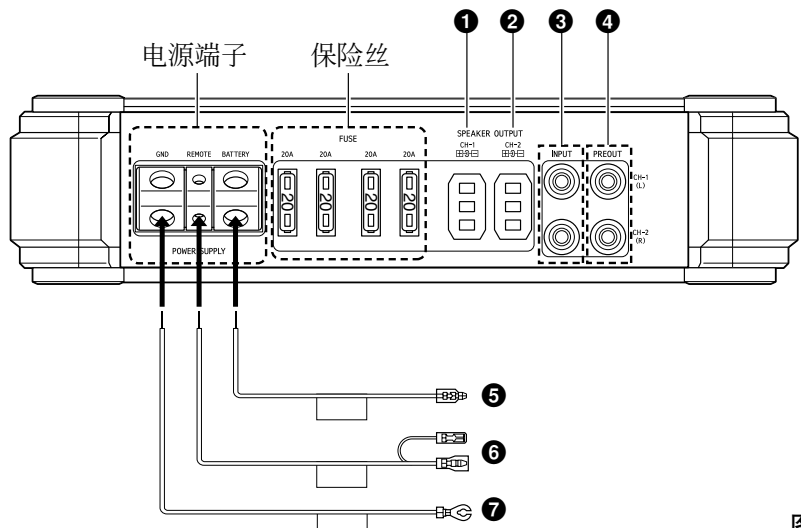
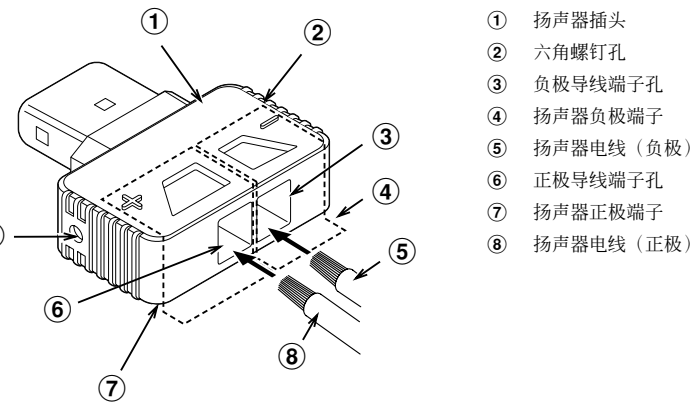

图 5
图 8
连接 (图 5 - 图 8)
4. 将扬声器电线的裸露导线充分插入到电线端子孔。请参考图 8。